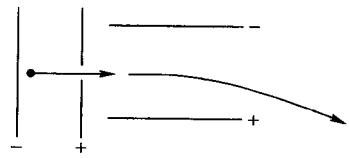

图 1-1 电子的加速和偏转
① 亮的形成：荧光屏的内壁上涂有一层特殊的物质——荧光粉，它受到被加速（高速）电子束的轰击后会发光，发光的颜色与荧光粉的成分有关，发光的亮度和电子束的强弱和速度有关。
② 电子的获得：金属导体内部有大量的自由电子可以导电，但这些自由电子通常情况只能在原子间自由运动，而不能游离到周围空间。人们经过研究发现，如果设法给电子增加能量，比如给物体加热，电子就有可能脱离原子核的束缚，从而游离到物体的周围空间，这种现象叫做电子的逸出。每种金属都有它自己的逸出功，即当温度高到一定程度时，原子的最外层电子将脱离原子核而游离到物体的周围空间。普通金属的逸出功很高，等到金属本身都已经融化了可能还没有达到它的逸出功，但是钍、铯、钴及一些碱性金属（锶、钙、钡等）的氧化物逸出功却很低，只要对这样的物质加热到几百摄氏度，就可以得到游离的电子。显像管中的实际结构是：阴极是一个镍制小圆筒，其中一端开口，在其外表面的中心处涂有一小块逸出功很低的金属氧化物，内部装有螺旋形灯丝，它们的间距很近但不接触（使用中一旦碰到一起即为显像管碰极），阴极被灯丝加热后表面就会游离出大量的电子，即电子的发射。阴极的电子被发射出去以后，阴极会因缺少电子而电位升高，这时如果想让电子继续发射，需要外电路电子的补充（即将阴极电压拉低），人们将放大后的视频信号加到阴极上，通过控制阴极的电位来直接控制发射电子数量的多少，以确定屏幕上每一点的亮暗程度。
③ 电子的加速：带电粒子（比如上面所得到电子）在电场中会被加速，实际上其原理可根据最基本的“同种电荷相排斥，异种电荷相吸引”来解释。因为电子带负电，电场可以认为一边带正电，另一边带负电，这样电子会受到正电荷的吸引和负电荷的排斥，使它受力而加速运动，如果再把电场正极那一边中心开一小孔，则被加速后的电子可以从中通过，继续向前运动，这样就得到了被加速的电子。所加的电场越强，电子被加速的速度就越高，能量就越大。
④ 电子的偏转：具有一定初速度的电子束在如图的电场或磁场中会发生偏转，比如在图 1-1 所示的电场中，电场